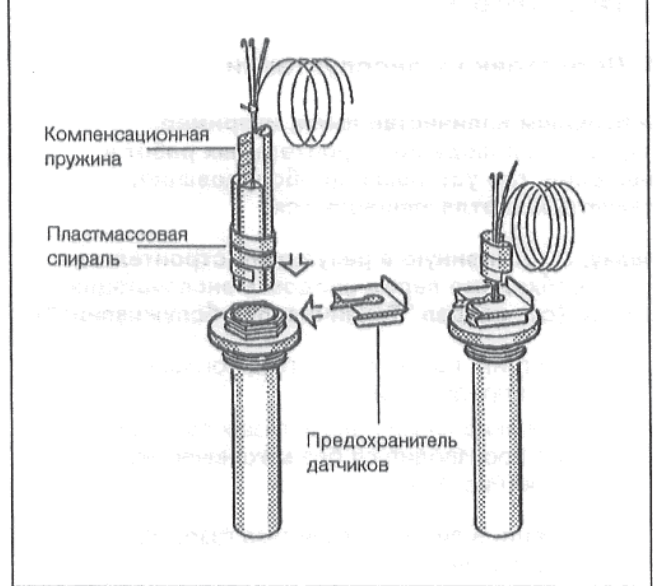

Рис. 10: Погружная гильза и датчики температуры
Вставить датчики температуры до отказа в погружную гильзу. Пластмассовая спираль автоматически отодвигается назад. Компенсационную пружину необходимо также вставить в погружную гильзу (Рис. 10).
- Надеть предохранитель датчиков (комплект поставки устройства регулирования) сбоку или сверху на головку погружной гильзы (Рис. 10).